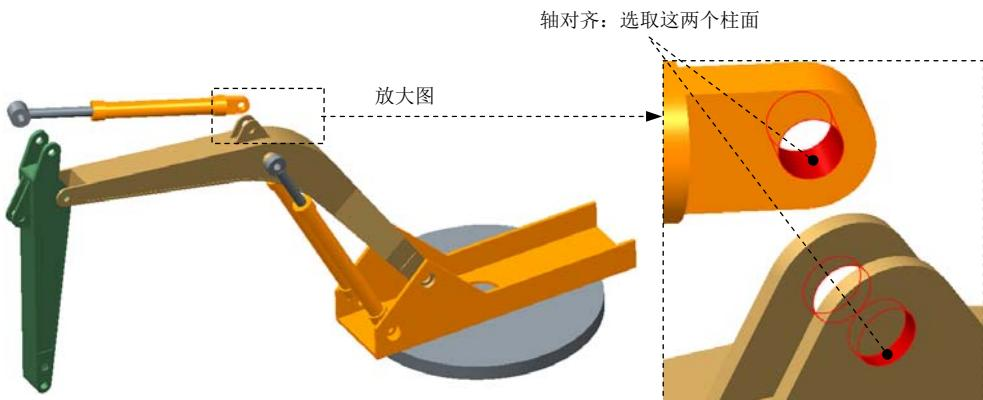
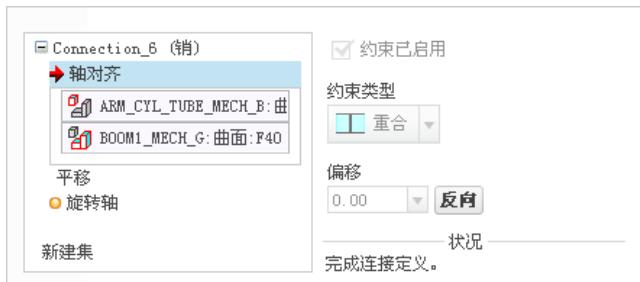

图 3.18.45 创建销 (Pin) 连接
图 3.18.46 “放置”界面
(5) 单击操控板中的 按钮，完成销连接的创建。
Step17. 引入子组件 BOOM_HYD.ASM (斗杆液压组件), 并将其调整到图 3.18.45 所示的位置。
(1) 在“元件放置”操控板的机械连接约束列表中选择 销 选项。
(2) 定义“轴对齐”约束。单击操控板中的 **放置** 按钮, 分别选取图 3.18.45 中的两个柱面为“轴对齐”约束参考, 此时 **放置** 界面如图 3.18.46 所示。